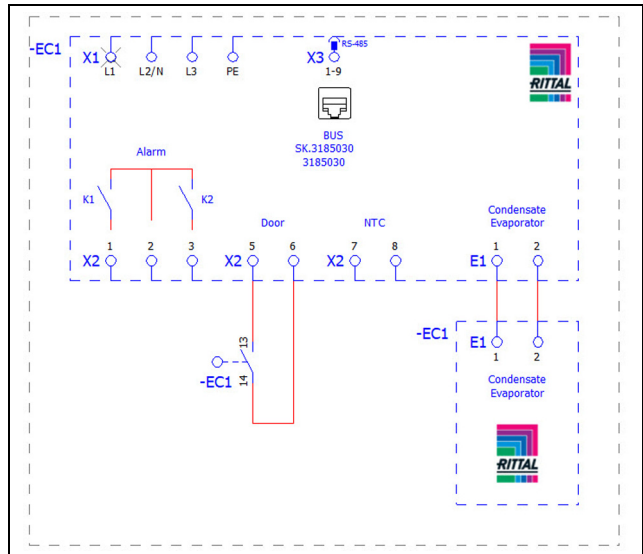
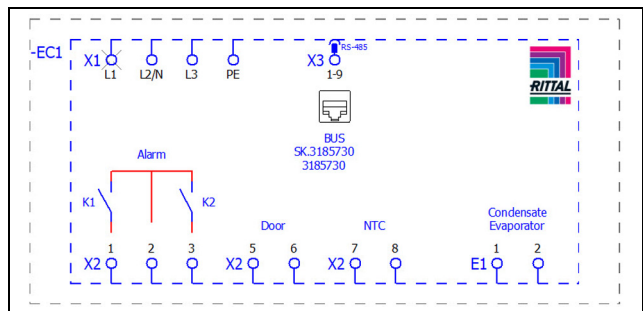

Bild 16: Kopplingschema 3185030
Bild 17: Kopplingschema 3185730
- Ta ut nätkontakten ur leveransförpackningen och koppla in nätförsörjningen enligt tillhörande anslutningsmärkning (bild 16 eller bild 17).